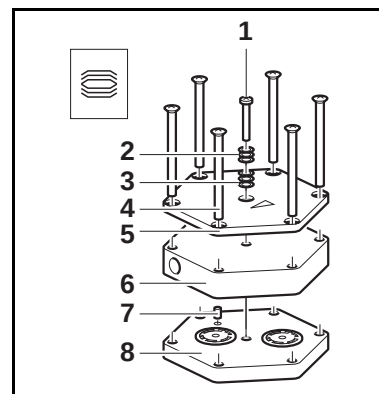

Fig. 7: montaggio della testata
1. Allentare a mano i dadi per raccordi (2) dal collegamento pneumatico testata (3). Ruotare il gomito con bocchettone (1) della testata (4) in senso antiorario finché si riesce a sfilare il tubo flessibile di collegamento.
2. Su entrambe le testate, segnare la posizione della piastra di pressione (fig. 7/5), della testata (fig. 7/6), della piastra intermedia (fig. 7/8) e del supporto della membrana con un tratto di pennarello continuo. Così facendo, si previene l'errato rimontaggio dei componenti in un secondo tempo.
6. Montare la vite (1) al centro della piastra di pressione (5) con le molle a tazza (2, 3). Nel farlo, verificare il corretto orientamento delle molle a tazza (v. fig. 7).
7. Stringere la vite (1) finché la testa della vite poggia piana. Stringere la vite di un ulteriore mezzo giro per fissarla.
Sostituzione della membrana e delle valvole/gli o-ring	→ Accertarsi di aver montato le rondelle sul filetto della membrana. → Verificare la tenuta del collegamento della testata e dei collegamenti flessibili. → Se necessario, serrare a croce con cautela le viti esterne (fig. 7/4) della piastra di pressione.